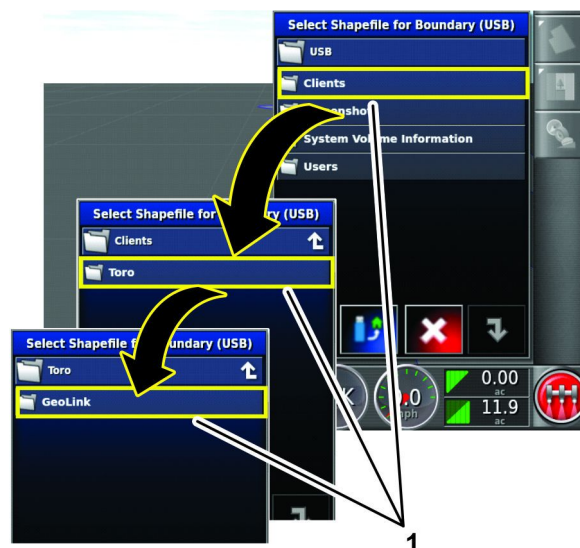

Bild 75
7. Tippen Sie auf die Verzeichnis-Symbole, um zum GeoLink-Verzeichnis zu gelangen (Bild 75).